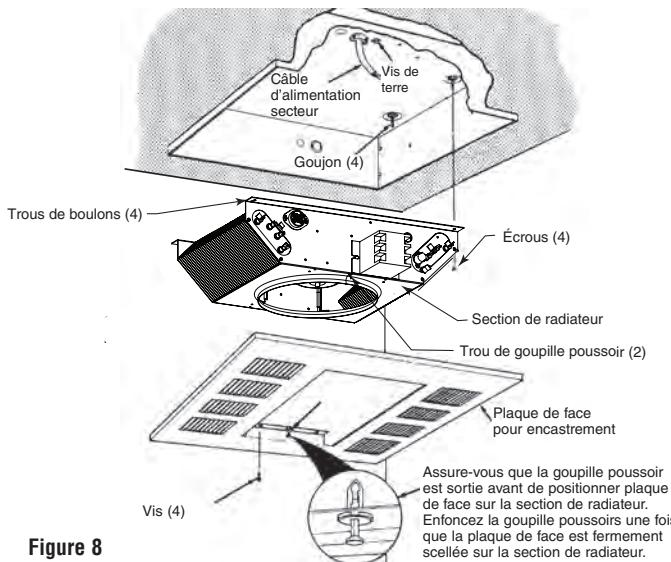

Figure 8
- Positionnez la section de radiateur par-dessus les goujons du boîtier de montage encastré (Figure 8).
- Poussez la section de radiateur sur les goujons et serrez bien les quatre écrous (fournis) sur ces goujons pour fixer la section de radiateur sur le boîtier de montage encastré (Figure 8).
- Enlevez la plaque de face pour encastrement (Figure 8) du carton contenant l'enceinte de montage encastré, de type REA.
- Installez et serrez bien quatre vis (fournies) pour retenir la plaque de face pour encastrement avec la section de radiateur (Figure 8).